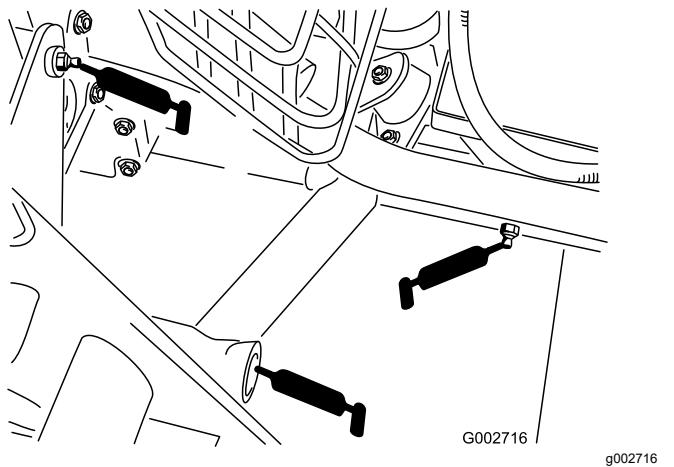

Figura 21
- 5 cojinetes en el enganche trasero (Figura 21).